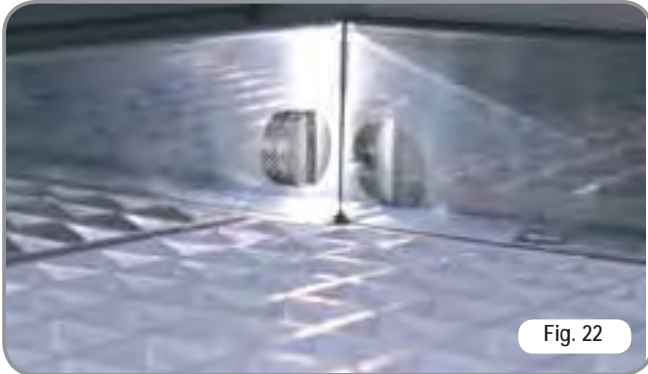

Fig. 22
- dévisser les 4 vis du panneau supérieur (Fig. 22);